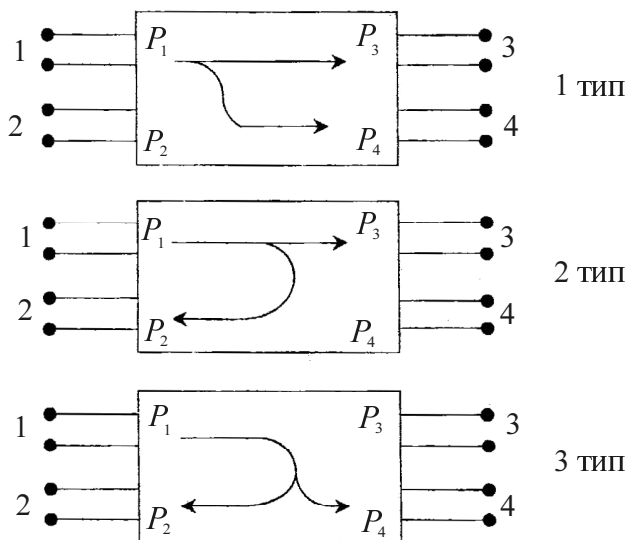

Рис. 2.2
Если на вход 1 восьмиполюсника поступает СВЧ-мощность  $P_1$ , то на выход 3 основного тракта поступит мощность  $P_3$ , а на выходы 2 и 4 вспомогательного тракта – соответственно  $P_2$  и  $P_4$ . На рис. 2.2 представлены направленные ответвители с тремя типами направленности.
**Переходное ослабление** определяется, как отношение входной мощности основной линии к выходной мощности рабочего плеча вспомогательной линии. Выражается обычно в децибелах. Например, для ответвителя, изображенного на рис. 2.2, 1-й тип, переходное ослабление вычисляется по формуле
**Направленностью** называется отношение мощностей на выходе рабочего и нерабочего плеч вспомогательной линии. Для рис. 2.2, первый тип:
**Развязка** определяется как отношение входной мощности основной линии к выходной мощности нерабочего плеча вспомогательной линии. Для рис. 2.2, первый тип:
**Балансом** входных плеч называется отношение мощностей на выходе основной линии и рабочего плеча вспомогательной линии. Для рис. 2.2, первый тип:
**Рабочее ослабление в первичной линии** определяется отношением мощностей на входе и выходе основной линии. Для рис. 2.2, первый тип: